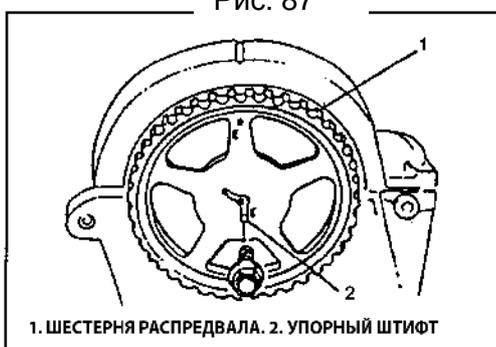

Рис. 88
10) Установите шестерню распредвала на распредвал и установите упорный штифт в паз рядом с меткой "Е" (Рис. 88).